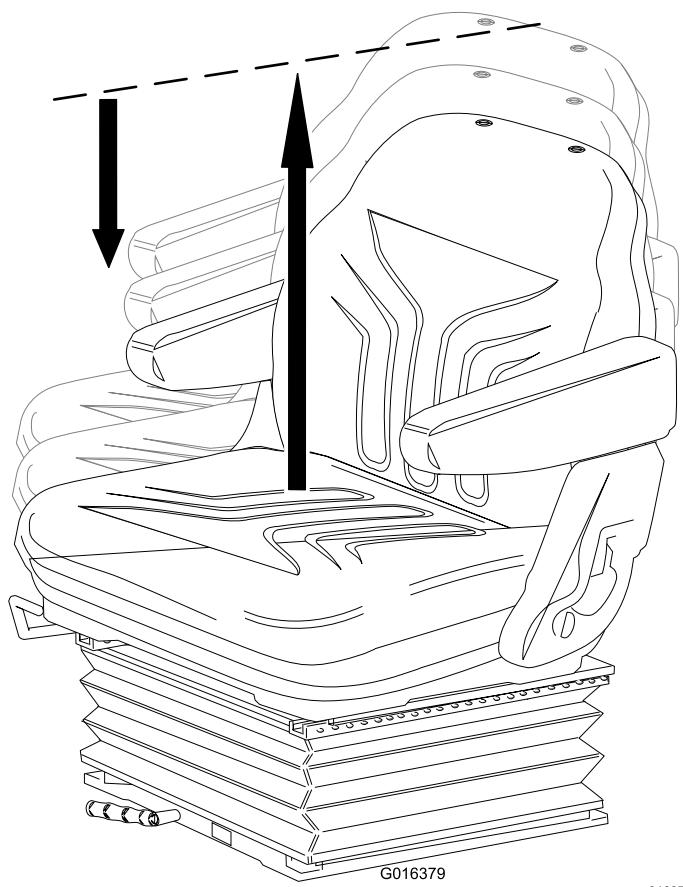

Figura 13
- **Ajuste da altura:** Levante manualmente o banco para efetuar o ajuste incremental da altura. Para baixar o banco, levante-o acima da posição mais alta e depois deixe-o baixar até à posição mais baixa (Figura 13).